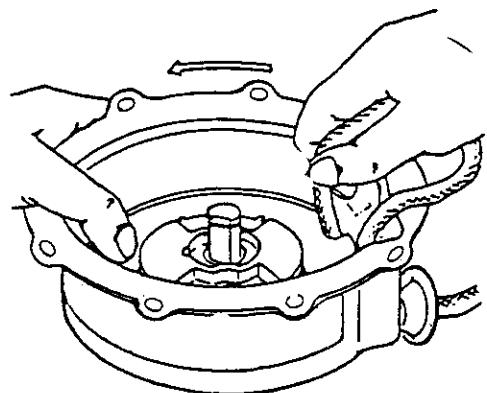

Fig. 9-6
Fig 9-6の矢印の方向にスタータロープをリールに巻き、2.5巻目をリールの切欠き部から出し、スタータケースのゼンマイフック部にゼンマイの内端部を合わせながらリールをスタータケース内に確実に組込んで下さい。(この時ゼンマイがフック部に引掛けた事を確認して下さい。もし引掛けっていない場合は空回りしますのでもう一度やり直して下さい。)
次にFig 9-6の様にスタータロープを持って矢印の方向にリールを4回巻いて下さい。巻き終ったら逆転しない様にしっかりとリールを抑え、始動ノブを引き巻き込みに利用したスタータロープをスタータケースの外に引出し、ゆっくりと始動ノブを戻して下さい。
(3) 組立後の確認項目
- ① 2～3回始動ノブを引き、スタータロープを少し引出して見て下さい。
- ② 始動ノブが重く引けない場合は、部品が指示通り組付けられているか再確認して下さい。
③ ラチェットが作動しない場合は、スプリングが入っているか再確認して下さい。
- ④ 始動ノブを引きスタータロープを一杯まで引出して見て下さい。
⑤ リール内にスタータロープが残っているか、又はスタータロープが全々戻らない場合はゼンマイに無理が掛っていますので、スタータロープをFig 9-6の要領で1～2回巻戻して下さい。
⑥ スタータロープの戻りが弱い、又は始動ノブが途中で垂下がる場合は摩擦部に数滴モビール油を注油して下さい。